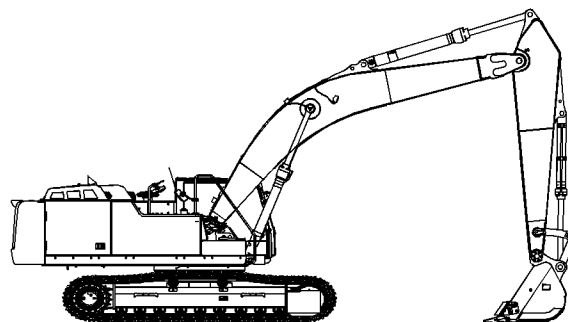

Ilustración 501
15. Regrese la máquina a la posición que se muestra en la Ilustración 501 . Compruebe si hay fugas de aceite en la máquina.